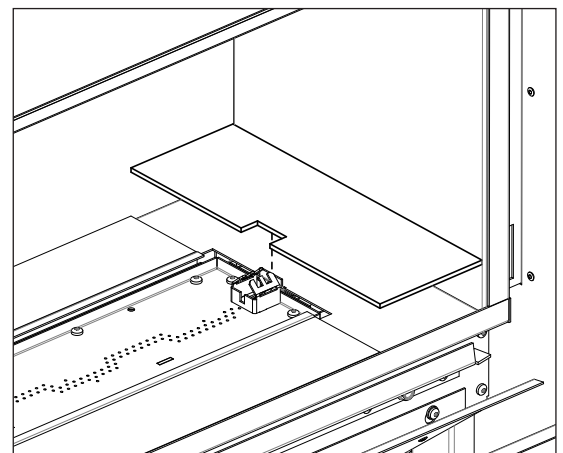

Figure 63: Placement du cadre autour du pilote
3. Assurez-vous que le cadre avec la découpe est placé autour du pilote comme indiqué dans Figure 63.